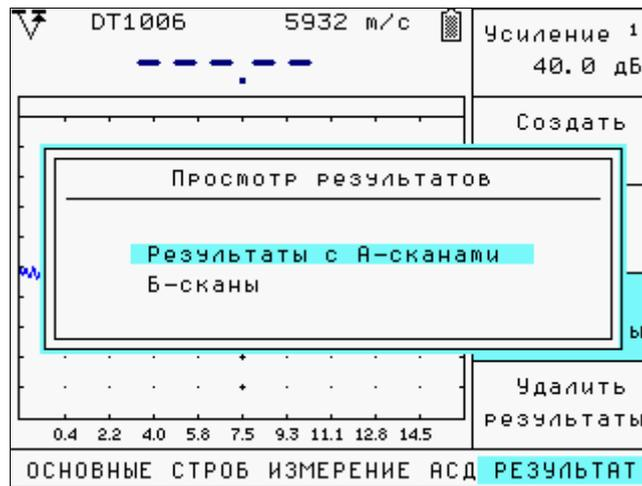

Рис.8.1 Выбор типа результата
**Шаг 1.** Выберите пункт «СМОТРЕТЬ РЕЗУЛЬТАТЫ» в меню «РЕЗУЛЬТАТ». На экране появится окно выбора типа результата А- скан или Б- скан (рис. 8-1)